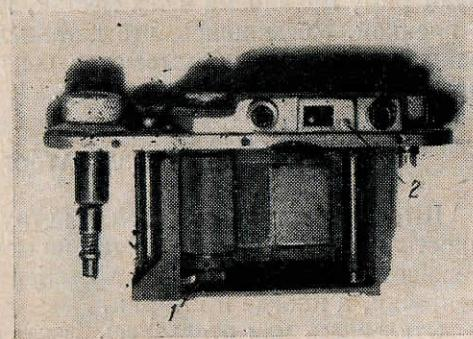

Рис. 83. Наклеивание ленточек на маховики.
Так же поступают и с ленточками, которые наматываются на маховики, расположенные по бокам главного валика 1 (рис. 83). Только в этом случае затвор должен быть не взвешен, а спущен, и маховик, к которому будет приклеиваться ленточка, должен быть откручен до упора в левую сторону при условии, если механизм аппарата будет лежать к выполняющему ремонт своей верхней
**Исправление системы передач лучевых направлений дальномера.** В этом случае вывинчивается винт 2, находящийся у кадрового окошка (см. рис. 83). Затем берется тонкая, хорошо заправленная отвертка и вводится в отверстие, из которого удален винт. Отвертка должна попасть в шлиц регулировочного винта. Поворачивая отвертку вправо или влево, следят за тем, чтобы видимое изображение совместилось. Делают это при установке объектива на  $\infty$ . Совместив изображения в положении на  $\infty$ , наводкой объектива проверяют правильность показания и на ближние расстояния. Если на близком расстоянии дальномер не дает точного показания, юстировку производят смещением кулачка.